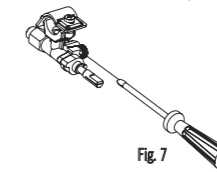

Fig. 7
- Realice la regulación del mínimo de un quemador por vez, encendiendo el mismo y llevandolo a la posición de mínimo. Luego quite la perilla correspondiente, con un destornillador gire en sentido horario el tornillo ubicado en el frente de la válvula para disminuirla la altura de la llama o antihorario para aumentarla(Fig. 7).